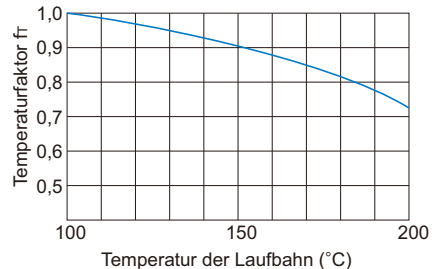

Abb. 3 Temperaturfaktor ( $f_T$ )
- $f_T$  : Temperaturfaktor (siehe Abb. 3 auf Seite B5-6)
Überschreitet die Umgebungstemperatur während des Betriebes  $100^\circ\text{C}$ , sind die nachteiligen Auswirkungen hoher Temperaturen zu berücksichtigen und die Tragzahlen mit dem Temperaturfaktor aus Abb. 3 zu multiplizieren.